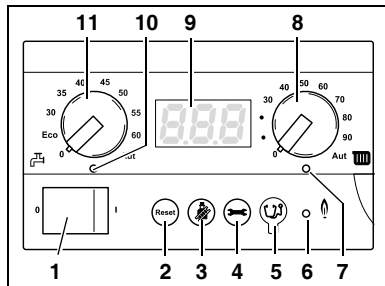

Fig. 7 Regolatore di base BC10
Con la manopola "Valore nominale acqua calda" (fig. 7, **pos. 11**) è possibile preimpostare la temperatura di acqua calda desiderata nell'accumulatore-produttore di acqua calda. L'unità di misura sono i °C.
Il LED "Produzione acqua calda" (fig. 7, **pos. 10**) è acceso se è richiesto un apporto di calore per riscaldare l'acqua e si spegna quando questa richiesta di fabbisogno non è più presente.